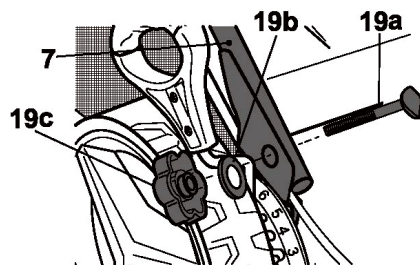

Fig. 3
- Fixer la poignée inférieure (7) sur le support de poignée (20) avec les kits de montage (19) (Fig. 3).